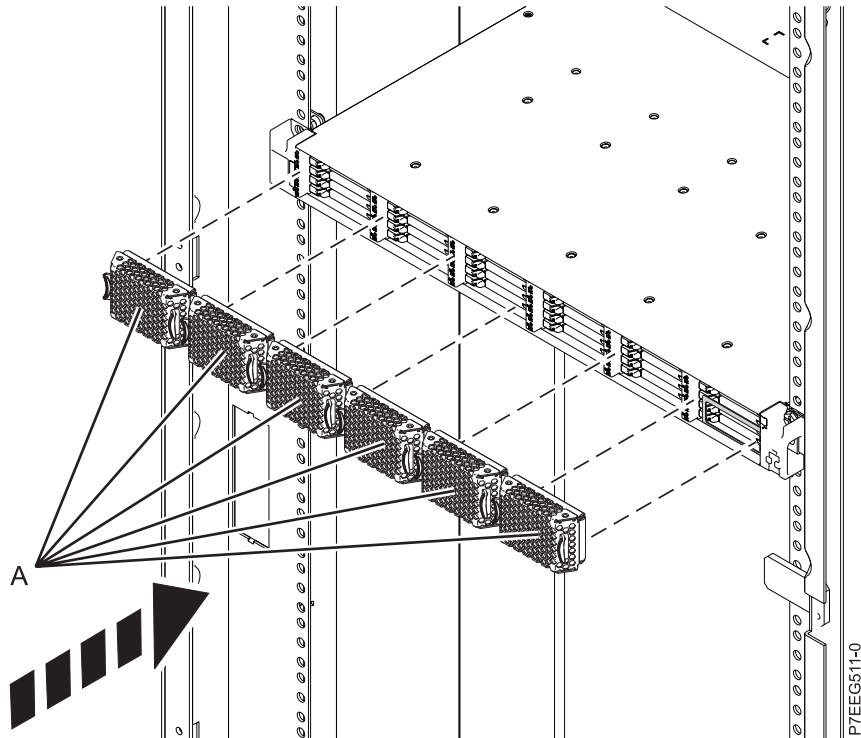

Figure 18. Installation des panneaux EMC SSD
- g. Installez les six panneaux EMC SSD (A) de façon à couvrir les emplacements comportant des unités SSD, comme illustré à la figure 18, à la page 16.